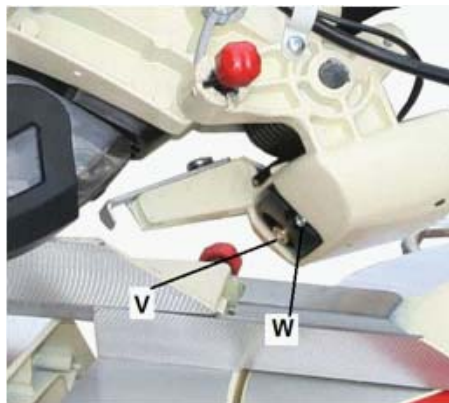

Рис. 9
- Лазерний показник (V, Рис. 9) необхідно налаштувати таким чином, аби промінь сполучився з лінією розпили.
- Використовуйте гвинт (W) для налаштування.